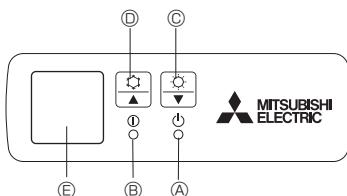

Fig. 5-1
[Fig. 5-1] ④ DEFROST/STAND BY (nutirpdymas / budėjimas) lemputė
⑤ Veikimo lemputė
⑥ Avarinis jungiklis (šildymas)
⑦ Avarinis jungiklis (vésinimas)
⑧ Imtuvas